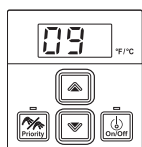

Fig. 2
4. Utilizzare il tasto ▲ e ▼ sul pannello di comando per visualizzare i parametri (Fig.2).